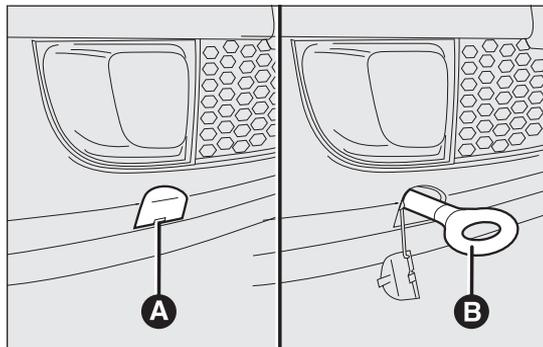

fig. 153
- décrocher le bouchon A fig. 153
- décrocher le bouchon A fig. 153 ;